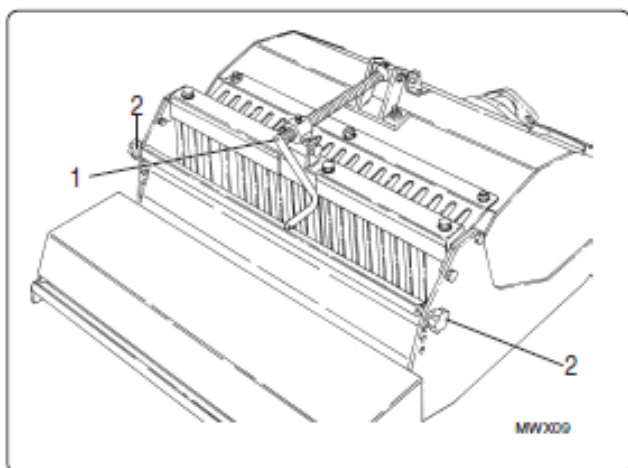

fig. 4.1.1
- 3) Vælg maskinens arbejdsposition efter jordtypen (kompakt, sandet osv.) og juster knivenes arbejdsdybde til den påkrævede værdi (mellem 0-15 cm) ved hjælp af håndsvinget "1" i fig. 4.1.1.
- 4) Arbejdshøjden på udjævningstromlen kan justeres ved at slække på og ændre positionen på drejeknapperne "2" fig. 4.1.1, ved hjælp af de fastsatte huller.